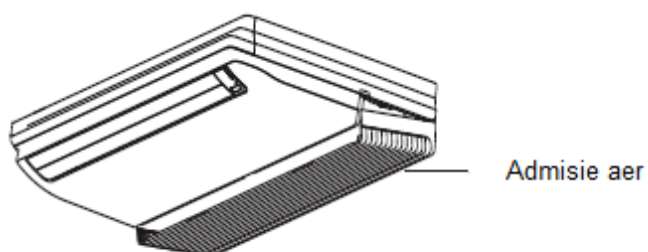

Fig.E1
1. Deschideți orificiul de admisie aer (a se vedea Fig.E1).